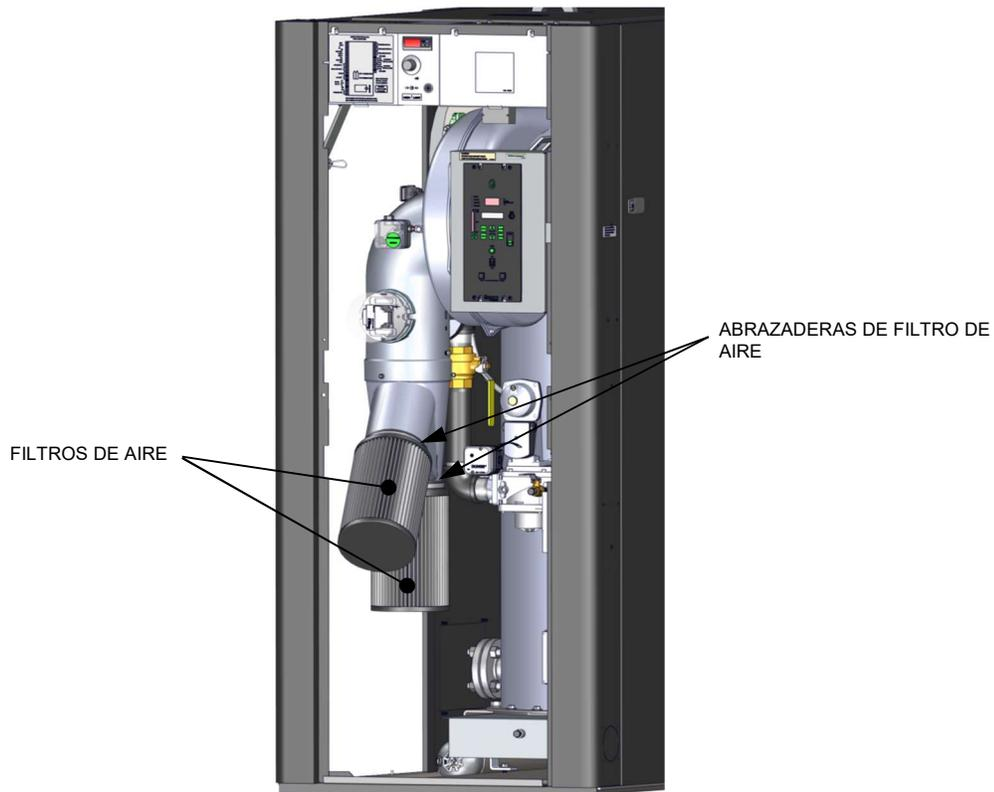

Figura 4-11: Ubicación de filtros de aire
Las calderas Benchmark 5000 y 6000 están equipadas con dos filtros de aire (N/P **88014**), que pueden limpiarse y volverse a engrasar cada 12 meses y remplazarse cada 24 meses. El filtro de aire se localiza en la entrada de la válvula de aire-combustible, como se muestra en la Figura 4-11.
3. Vea la Figura 4-11 y localice los filtros de aire al tubo en Y conectado a la entrada de la válvula de aire-combustible.